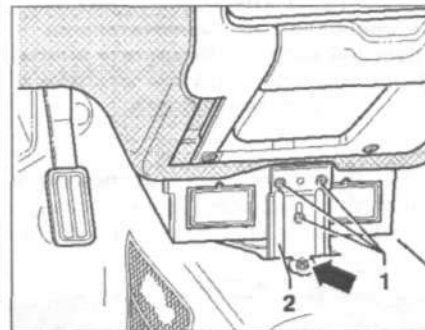

Рис. 13.47. Выкрутите винты 1 и открутите гайку (стрелка). Снимите кронштейн 2.
17. Выкрутите винты 1 и открутите гайку (стрелка) (рис. 13.47). Снимите кронштейн 2.